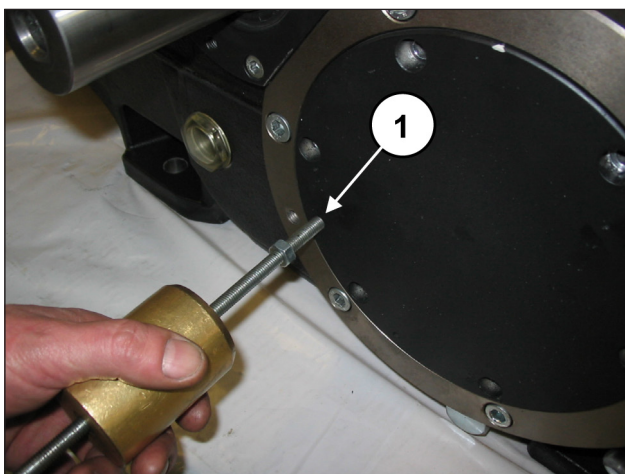

Fig. 12
Per agevolare lo smontaggio utilizzare n. 2 grani o viti M8 (pos. ①, Fig. 12) con la funzione di estrattori.